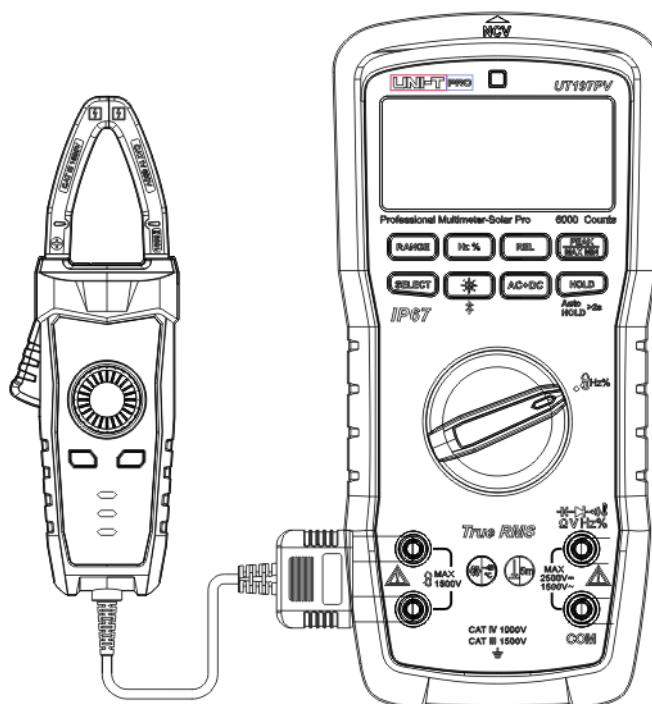

Figura 13
10. Misura della sonda di corrente (ACA/DCA) (Figura 13)